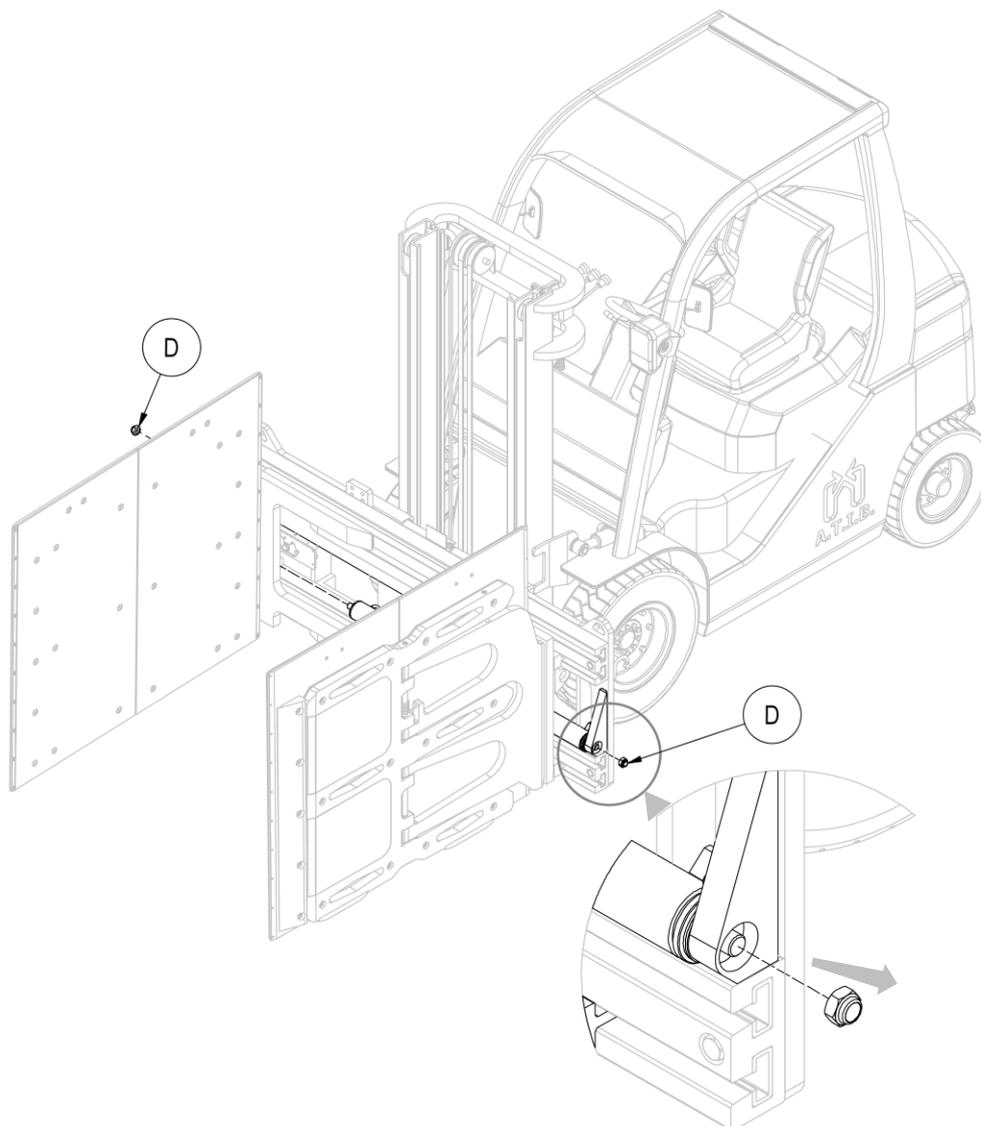

Abbildung 92
7. Schrauben Sie die Muttern **D**, mit denen die Zylinder an den Gabelzinken befestigt sind, ab und bauen Sie die Zylinder vorsichtig aus (siehe *Abbildung 92*).